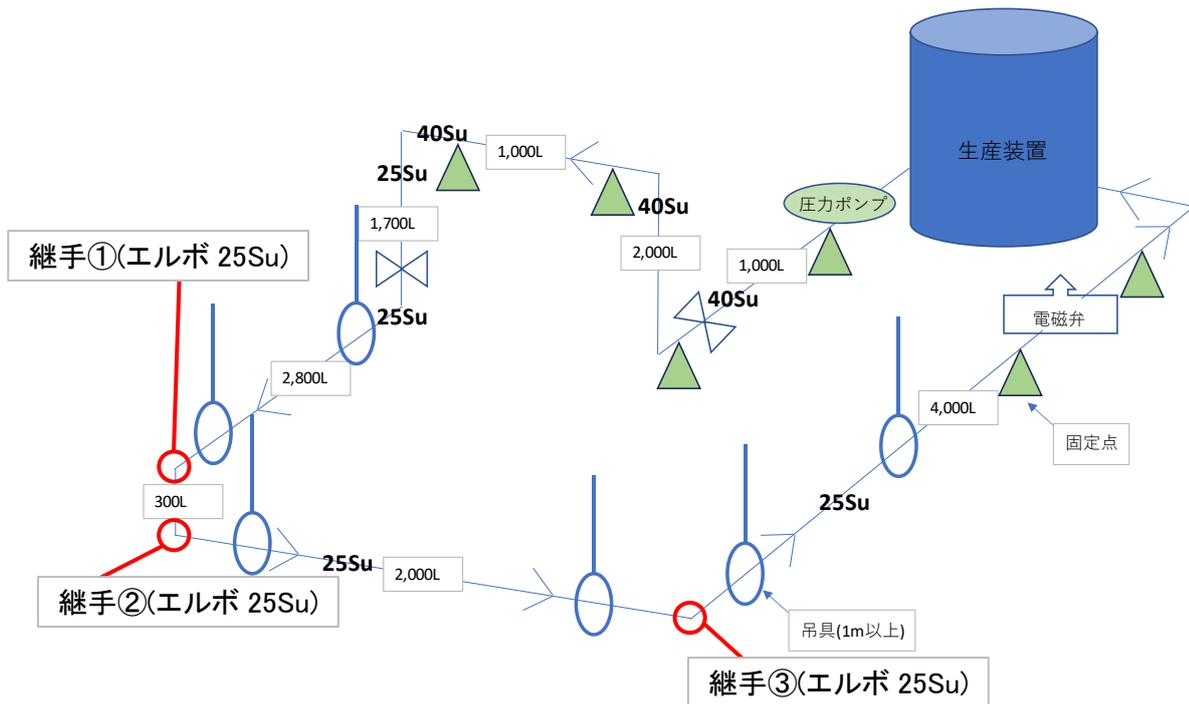

図 4-17 ウォーターハンマー試験 I 概略図
(1) 試験方法
ウォーターハンマーによる振動を想定し、電磁弁を使用して強制的にウォーターハンマーを発生させ、配管経路に設置された継手の袋ナットの緩みを確認する。図 4-17 の通りの試験配管を組み、継手①、②、③（図 4-17 赤丸部）について評価を行う。